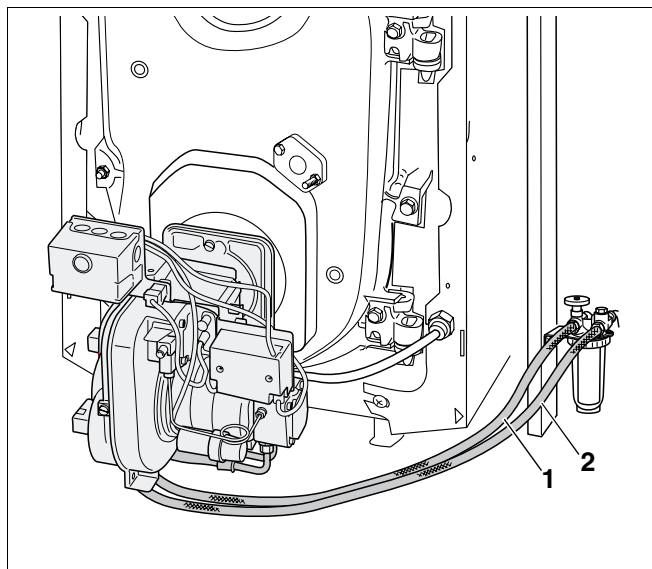

Рис. 4 Подключение топливопроводов
- Подключить топливные шланги (рис. 4, **поз. 1 и 2**; всасывающая и обратная линии топливопровода, накидная гайка 3/8" с подсоединением шланга) и выполнить подключение обратной линии (соблюдать направление стрелок).